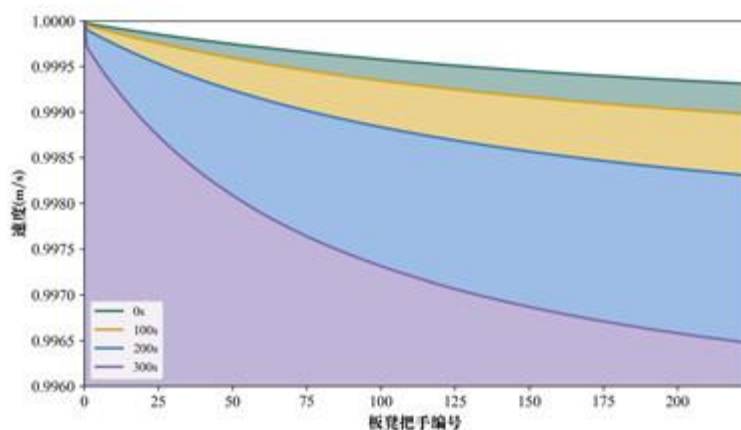

图 4 不同时刻下板凳龙把手的速度情况
- 如图 4 所示，随着时间增加，各节龙身把手以及龙尾速度均在减小，且龙身把手位置